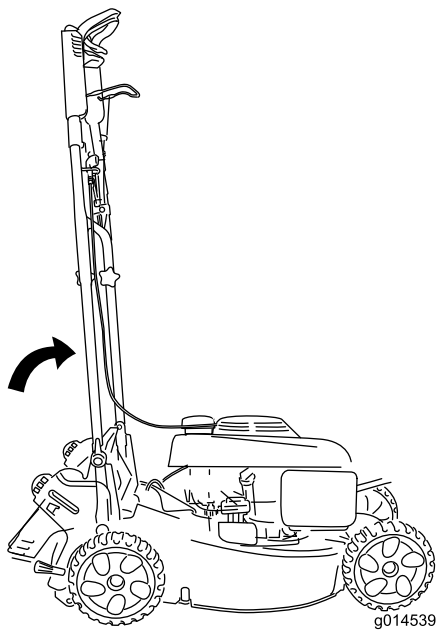

Figura 30
- Para almacenar la máquina en el menor espacio de suelo posible, deje el manillar en la posición vertical (Figura 30) y cierre los enganches del manillar.